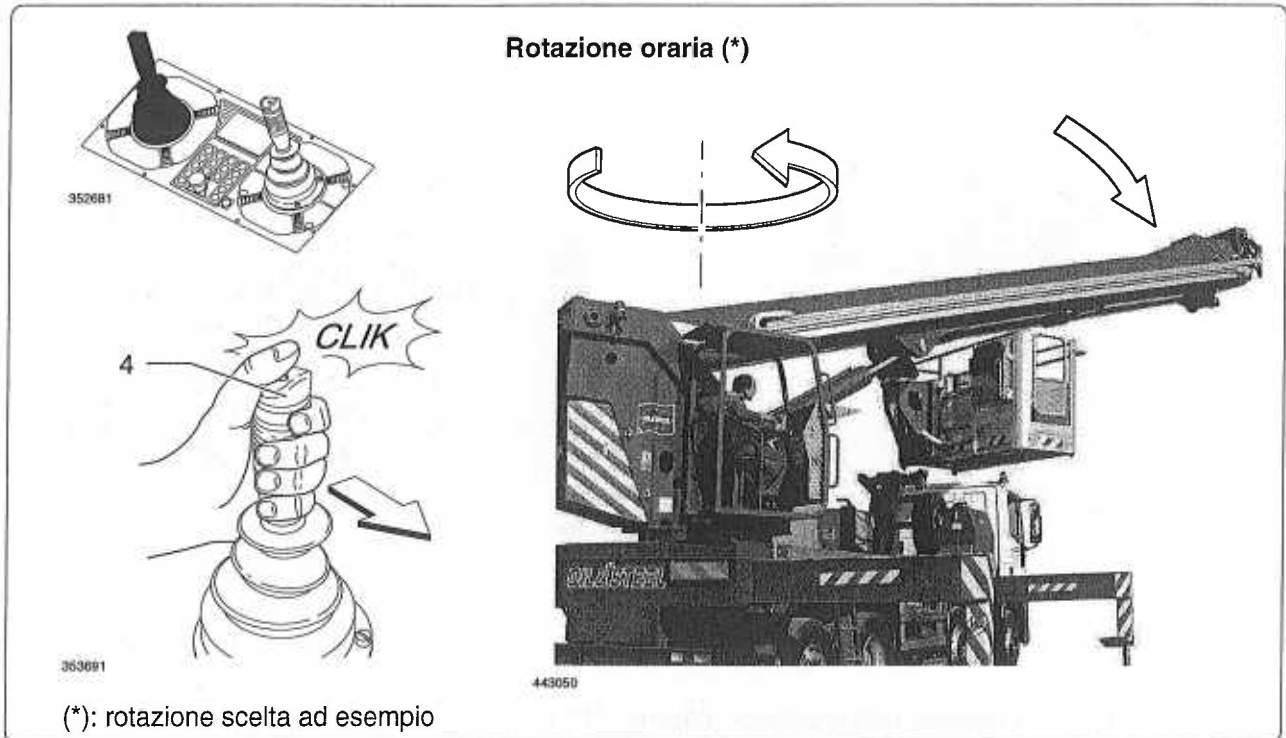

fig. 7.6.3
- Tramite il manipolatore ruotare la piattaforma (PLE) sul lato desiderato (fig. 7.6.3) ed abbassare il braccio.